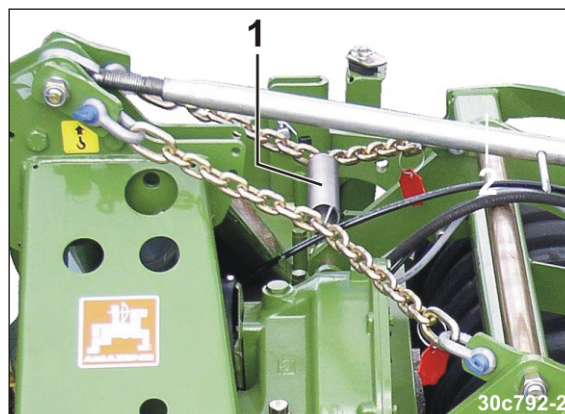

Fig. 86
6. Conectați lanțurile cu un arc de tracțiune (Fig. 86/1). În stare detensionată, lanțurile nu trebuie să atingă turnul mașinii de cultivare a solului.